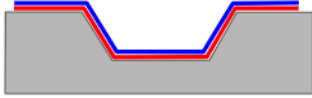

Fig.8
- Cuando se aplica el film siguiendo los pasos explicados anteriormente, es importante dejar enfriar el material y la superficie antes de cortar o solapar. *Fig.8*